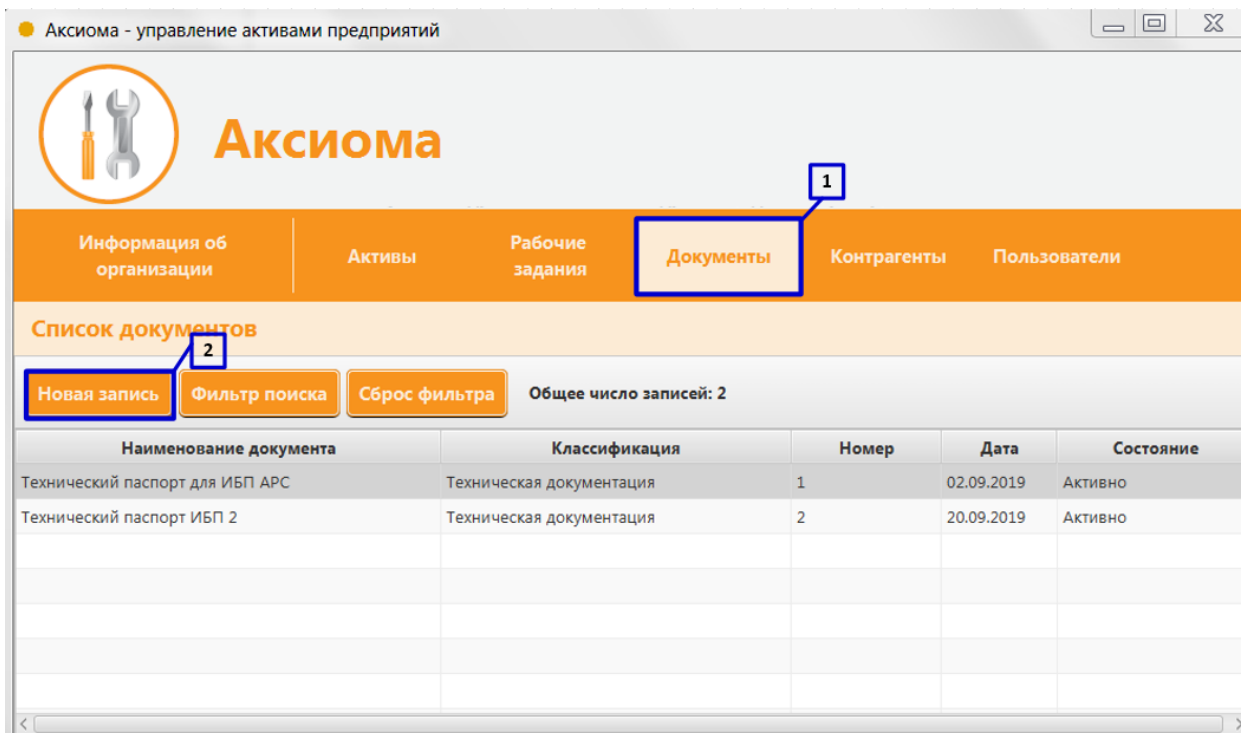

Рисунок 50. Создание документа (Часть 1)
Для создания документа в окне Главного меню в разделе «Документы» (Рисунок 50 пункт 1) необходимо выполнить следующие действия:
1. Нажмите клавишу «Новая запись» (Рисунок 50 пункт 2);